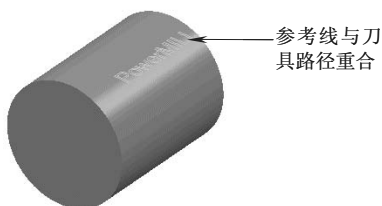

图 4-95 驱动曲线选项效果
3) 驱动曲线：直接将参考线转换为刀具路径，不进行投影，如图 4-95 所示。